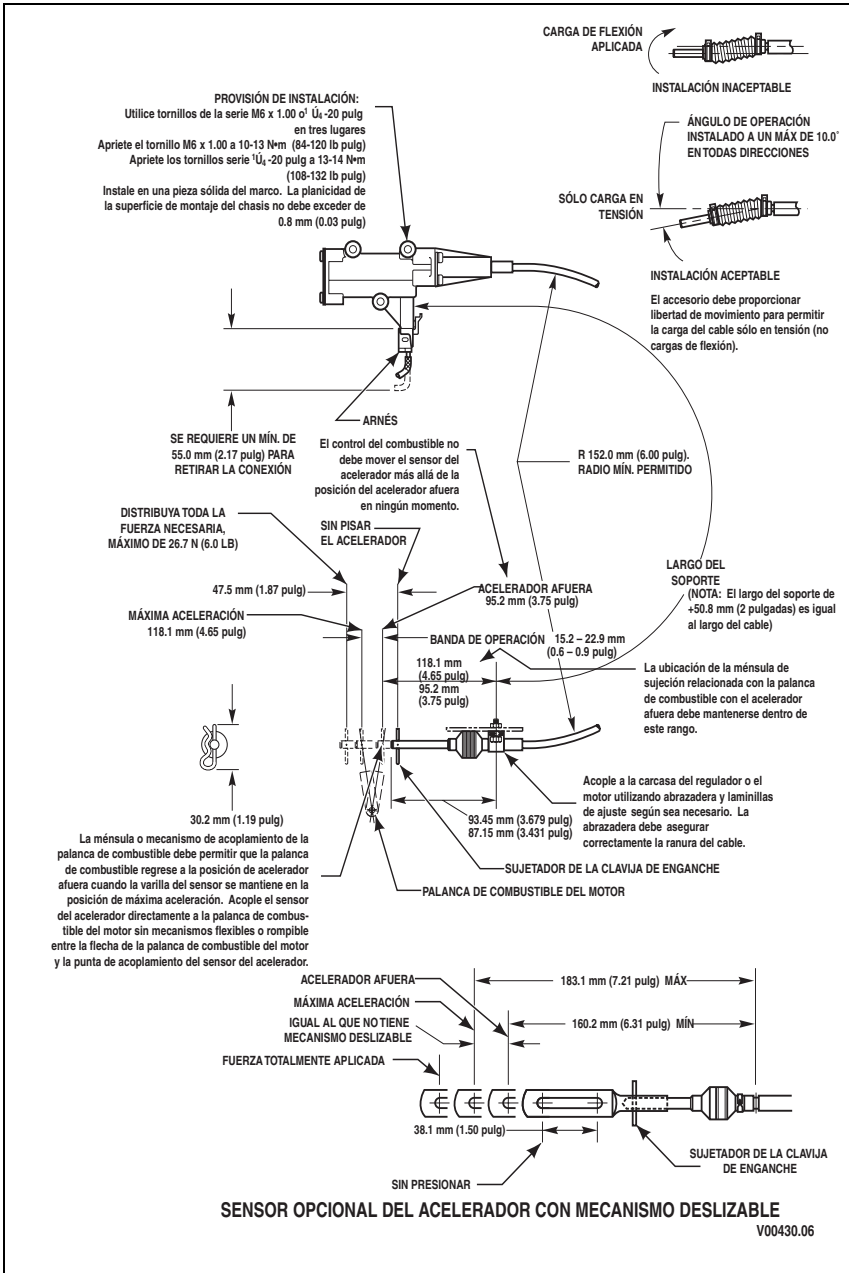

Figura 5-6. Diagrama de instalación del sensor de posición del acelerador de pin de enganche
Si el fabricante del equipo lo instaló correctamente, el TPS no debería necesitar el ajuste. Confirme que el sensor del acelerador se haya instalado según la especificación del fabricante (Consulte Figura 5-6) antes de ajustar el sensor de posición del acelerador. La posición de ralentí debe ser aproximadamente 8.9 mm o 0.97 voltios o mayor y la posición de aceleración completa debe ser aproximadamente 35.7 mm o 3.889 voltios o menor. El TPS se autocalibra, lo que significa que no hay posición de aceleración a fondo o sin pisar el acelerador óptima. Mientras el recorrido esté dentro de un rango de 8.5–35.7 mm, el TPS está establecido apropiadamente. Un recorrido total de 15.2–22.9 mm **se debe mantener**.
1. Sujete el extremo del cable con abrazaderas y láminas de ajuste (Consulte Figura 5-6).